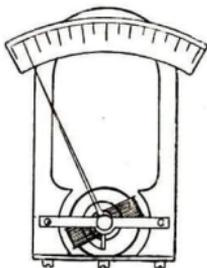

Abb. 363
5. Das Drehspulengalvanometer (Abb. 363) enthält genau so wie ein Elektromotor eine drehbare Drahtspule zwischen den Polen eines Hufeisenmagnets; nur wird hier die Drahtspule an der Dauerrotation durch eine Spiralfeder gehemmt.